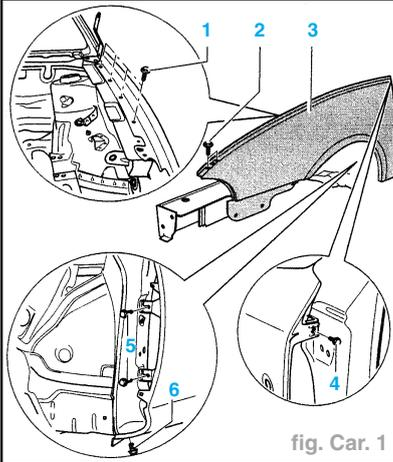

fig. Car. 1
- Retirer les vis de fixation (2) du support de fermeture sur le côté concerné (fig. Car. 1).
- Retirer les vis de fixation du haut (1).
- Retirer les vis de fixation restantes (4, 5 et 6) et enlever l'aile (3).